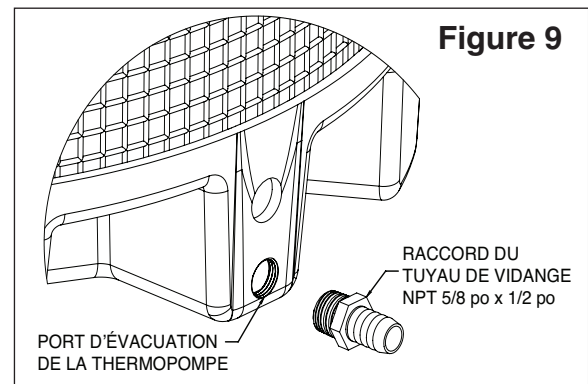

Figure 9
1. Visser le raccord cannelé dans la sortie de vidange fileté située à la base du chauffe-piscine. Voir **Figure 9**.